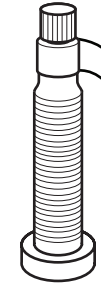

Figura 46. Applicare quattro strati di nastro sigillante tutto intorno.
2. Applicare quattro strati sottili di nastro sigillante in Teflon attorno all'estremità della valvola, andando a coprire entrambe le filettature strette e una parte della sezione più larga del corpo. Attenzione: Non coprire l'apertura per l'aria all'estremità della valvola (Figura 46).